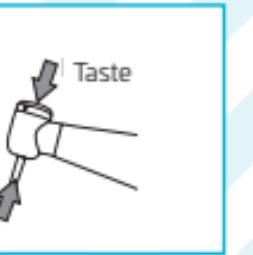

Abb. 4.1
- 1) Führen Sie den Bohrer ein und drehen Sie ihn leicht, bis er in den Schnappmechanismus einrastet (Abb. 4.1).